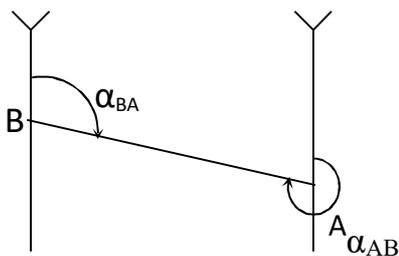

Рис. 4.2 Зависимость между прямым и обратным азимутом
**Прямой и обратный дирекционный угол.** Прямой и обратный азимуты линии в одной точке различаются ровно на  $180^\circ$ , т.е.  $\alpha_{обр} = \alpha_{пр} \pm 180^\circ$  (рис. 4.2).